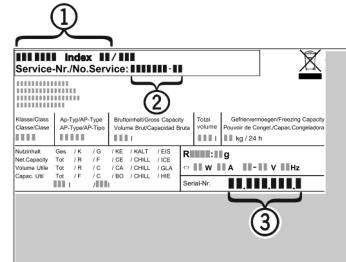

Fig. 10
- Z typového štítku odčítajte označenie zariadenia Fig. 10 (1), servisné č. Fig. 10 (2) a sériové č. Fig. 10 (3). Typový štítek je na ľavej vnútorej strane zariadenia.
- Upovedomte zákaznícky servis a oznámite chybu, označenie zariadenia Fig. 10 (1), servisné č. Fig. 10 (2) a sériové č. Fig. 10 (3).